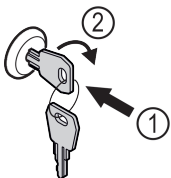

Fig. 172 Simbolična slika
- ▶ Vstavite ključ Fig. 172 (1).
- ▶ Ključ obrnite v smeri urnih kazalcev za 90° Fig. 172 (2).